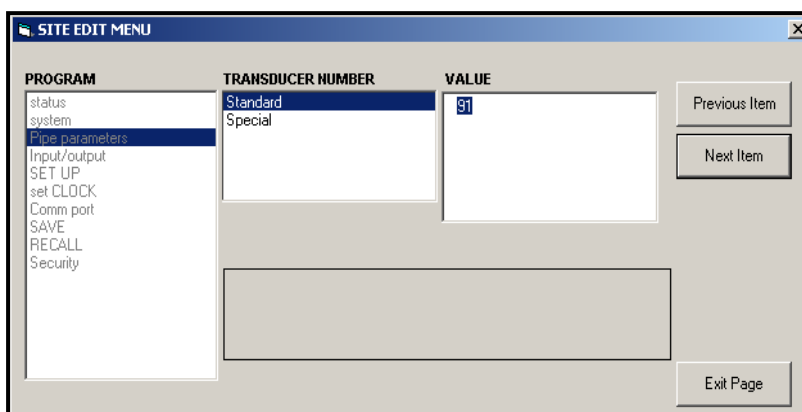

Figura 38: Opción Parámetros de tubería en el menú de edición del sitio
- a. Resalte y haga doble clic en la opción deseada en el panel izquierdo. Figura 38 muestra la primera entrada (Número de transductor) en la opción *Pipe Parameters* (Parámetros de tubería). El título situado encima del panel central muestra la entrada actual, mientras que el panel central muestra las selecciones disponibles para esa entrada.